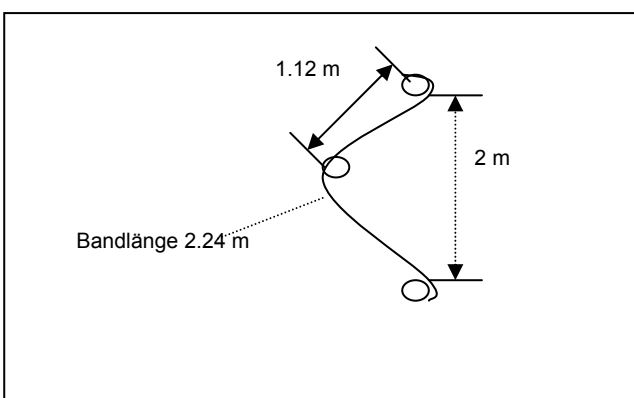

Abb. 7: Konstruktion der dritten Stange
3. Aufbau der 2. und 5. Slalomstange: Legt man nun das Maßband mit 2,24 m an den beiden bereits aufgestellten 1./3. bzw. 4./6. Slalomstangen an, so steht es nicht unter Spannung, da der Abstand der beiden Stangen jeweils nur 2 m beträgt. Man nimmt nun die 2. bzw. 5. Slalomstange und zieht damit das Maßband solange nach innen, bis dieses unter Spannung steht (siehe Abb. 7). Die dritte Stange wird dann bei 1,12 m fixiert.